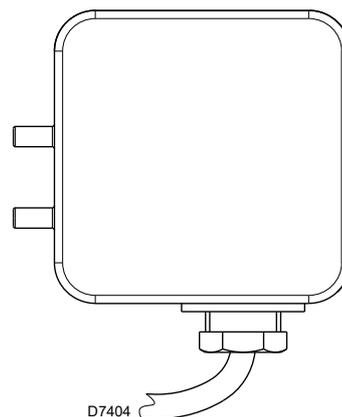

Abb. 19
- Stellen Sie den Luftdruckwächter (Abb. 19) auf den Skaleneingangswert ein.
Führen Sie die Einstellung des Luftdruckwächters (Abb. 19) aus, nachdem alle anderen Einstellungen des Brenners bei auf den Skalenanfang eingestellten Luftdruckwächter vorgenommen wurden.